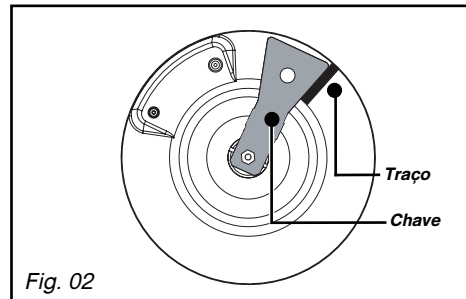

Fig. 02
– **Ligação com tubo flexível** em borracha reforçada com encaixes mecânicos aparafusáveis cujo tempo de vida é de 10 anos (Fig. 02).
- Com um lápis, faça um traço na placa de fornalha, tal como indicado (*Fig. 02*).